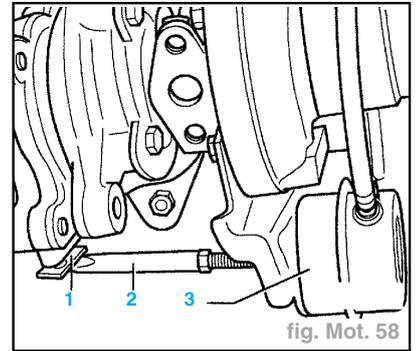

fig. Mot. 58
- La tige d'actionnement (2) du clapet de régulation de la pression de suralimentation doit bouger (fig. Mot. 58).